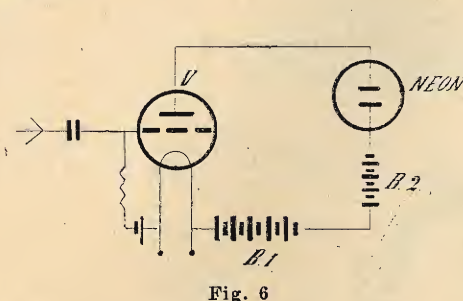
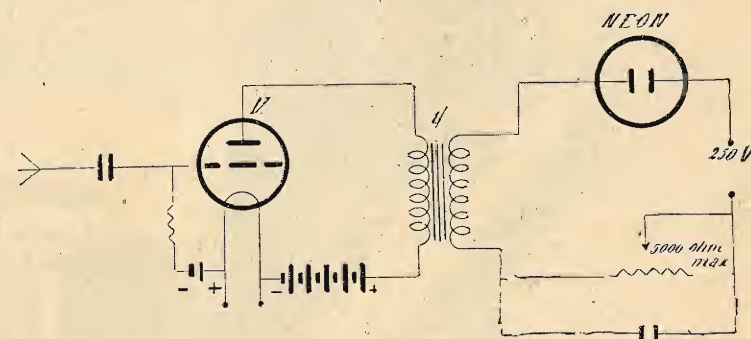

Fig. 6.
Fig. 7.
La lampada al neon va inserita nel radiorecettore secondo uno degli schemi segnati in fig. 6 ed in fig. 7, che sono i più comuni, sebbene molti altri metodi si prestano. In fig. 6 la neon è in serie al circuito anodico della valvola d'uscita del radiorecettore (V). In tal caso bisogna disporre di adatta valvola. Serve egregiamente allo scopo la Zenith U460. La tensione anodica totale dovrà essere di almeno 400 Volte. Nello schema sono infatti rappresentate due batterie anodiche, che
Nella fig. 7 la neon è collegata alla valvola di uscita V mediante trasformatore rapporto 1/1. Nel circuito secondario di questo si trovano in serie la neon, l'alimentatore, atto a fornire circa 250 Volta e 25 ma, e la resistenza variabile da 5.000 Ohm massimi shuntata da un condensatore da 2 mf.